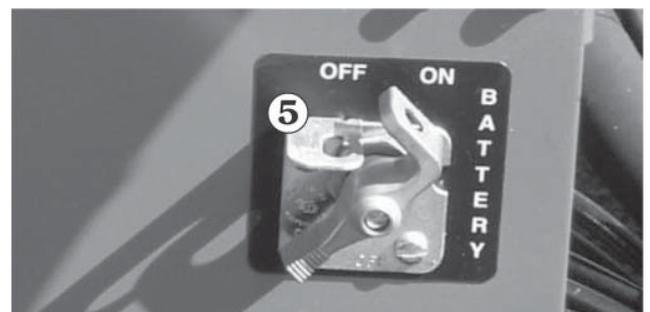
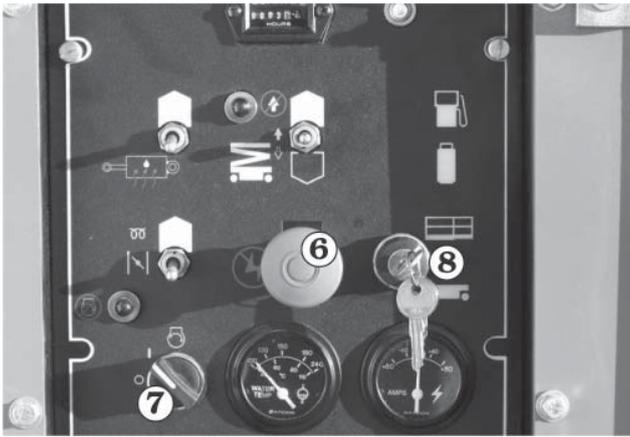

Abb. 9.4
Abb. 9.5
1. Kontrollieren, ob der **Batterie-Schalter** ⑤ eingeschaltet ist. (Siehe Abb. 9.4).
2. Kontrollieren, ob der **Notaus-Schalter** ⑥ eingeschaltet ist (obere Stellung). (Siehe Abb. 9.5).
3. Kontrollieren, ob der **Haupttrennschalter** ⑦ eingeschaltet ist. (Siehe Abb. 9.5)
4. Kontrollieren, ob der **Boden-/Plattform-Wahlschalter** ⑧ auf Plattform steht (obere Stellung) (siehe Abb. 9.5).
5. Wenn **Batterie-Schalter** ⑤ (siehe Abb. 9.4), **Notaus** ⑥, **Haupttrennschalter** ⑦ und **WAHLSCHALTER** ⑧ (siehe Abb. 9.5) alle richtig eingestellt sind und der Motor sich über die Plattformbedienung nicht starten lässt, den **Wahlschalter** ③ auf Boden stellen (untere Stellung) und versuchen, die Plattform über die Bodenbedienung zu senken.